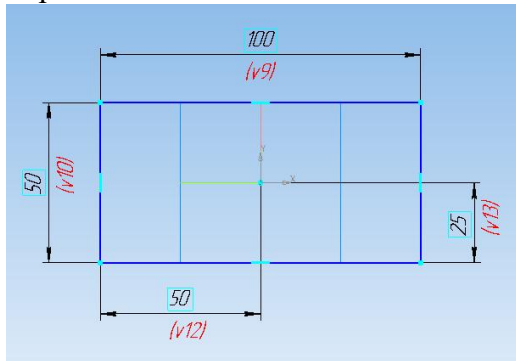

Рис. 2.3. Прямоугольник
2. Построение эскиза дна. Для этого необходимо в произвольном месте построить прямоугольник. Затем с помощью панели *Размеры*  и кнопки *Линейный размер* задайте размеры прямоугольника 100×50 мм и привяжите его к центру плоскостей как на рис. 2.3.